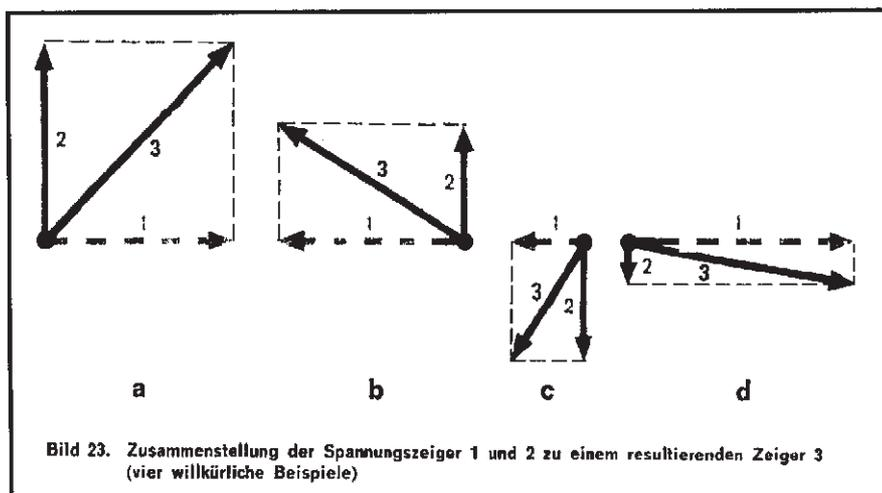

Bild 23. Zusammenstellung der Spannungszeiger 1 und 2 zu einem resultierenden Zeiger 3 (vier willkürliche Beispiele)
ger (2), und zwar derart, daß die Zeigerlängen den Spannungswerten der zugehörigen Differenzsignale entsprechen (vgl. **Bild 23**). Außerdem wollen wir voraussetzen, daß die Polarität beider Trägerspannungen (Zeiger 1, nach rechts = positiv, nach links = negativ; Zeiger 2, nach oben = positiv, nach unten = negativ) mit der der zugehörigen Differenzsignale übereinstimmt.